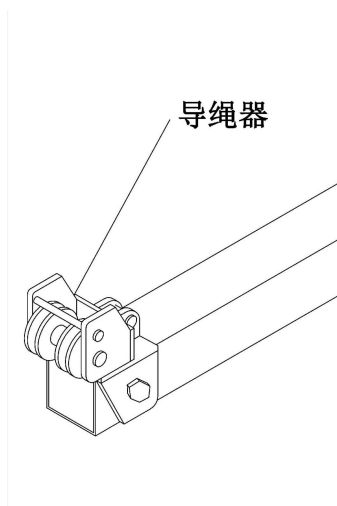

图 19：导绳器安装
- (1) 将插杆插入三角形的前支架套管内，根据女儿墙的高度调整插杆的高度，用螺栓固定，前座安装完成。
- (2) 将插杆插入后支架套管内，插杆的高度与前支架插杆等高或略低，用螺栓固定，后座安装完成。
- (3) 将前梁、后梁分别装入前、后支架的插杆 U 形座内，用中梁将前梁、后梁连接并根据实际情况选定前梁的悬伸及前后座的距离，前、后支架的距离应放至最大，将小连接套安装在后支架插杆上，将上支柱安放于前支架的插杆上，用螺栓固定，上支柱组装完成。各种梁的连接应确保安装二个螺栓。
- (4) 将装有滚轮的导绳器用螺栓安装在前梁的顶端。（见图 19）